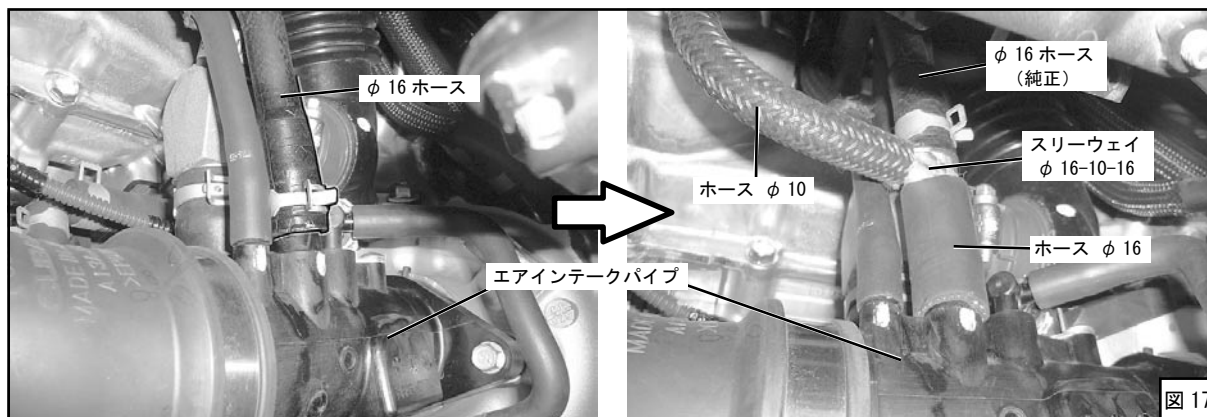

図17
(3) エアインテークパイプのφ16ホースを抜き、図17のように配管してください。(図17)